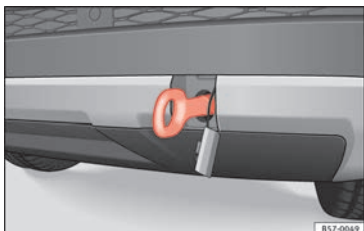

Abb. 100 Auf der rechten Seite des hinteren Stoßfängers: Eingeschraubte Abschleppöse.
- Drehen Sie die Abschleppöse **entgegen dem Uhrzeigersinn** in die Aufnahme bis zum Anschlag » **Abb. 100** » **!**. Verwenden Sie ein geeignetes Hilfsmittel, um die Abschleppöse festzuziehen.